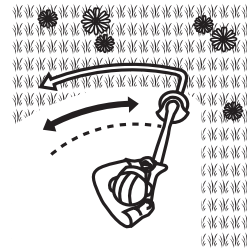

Fig. 9
5. Mova o produto com um arco regular lento, da esquerda para a direita, antes de o mover para trás para a posição inicial, antes de aparar a área seguinte (Fig. 9).